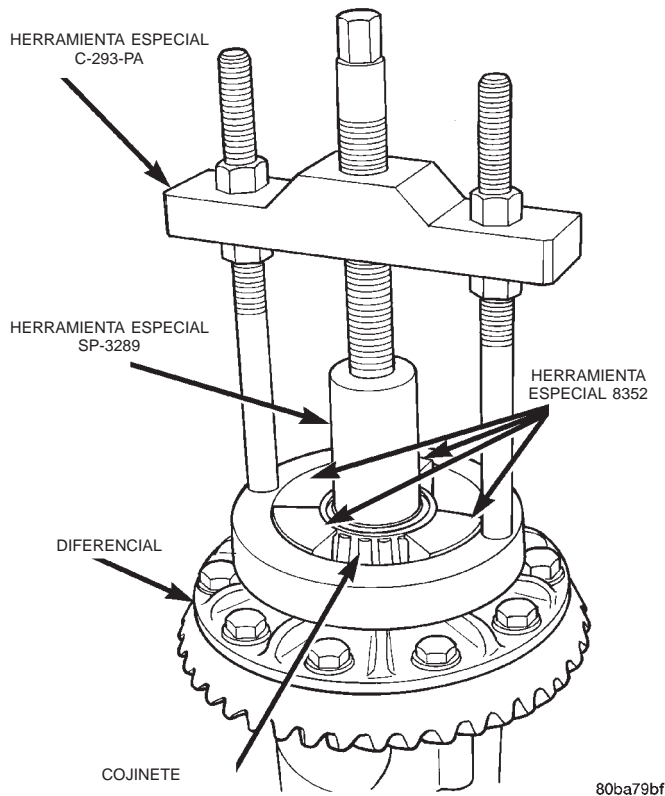

Fig. 38 Desmontaje del cojinete del diferencial
- (1) Retire la caja del diferencial de la caja del eje.
- (2) Retire los cojinetes de la caja del diferencial con la prensa y extractor C-293-PA, los bloques de adaptador 8352 y el tapón SP-3289 (Fig. 38).